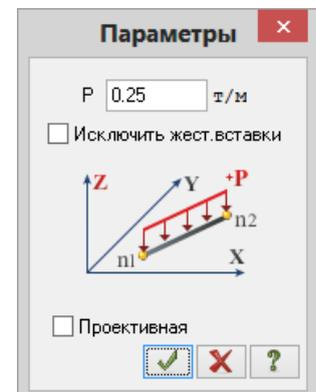

Рис.5.19. Диалоговое окно **Параметры**
- В этом окне задайте интенсивность нагрузки  $p = 0.25$  т/м (рис.5.19).